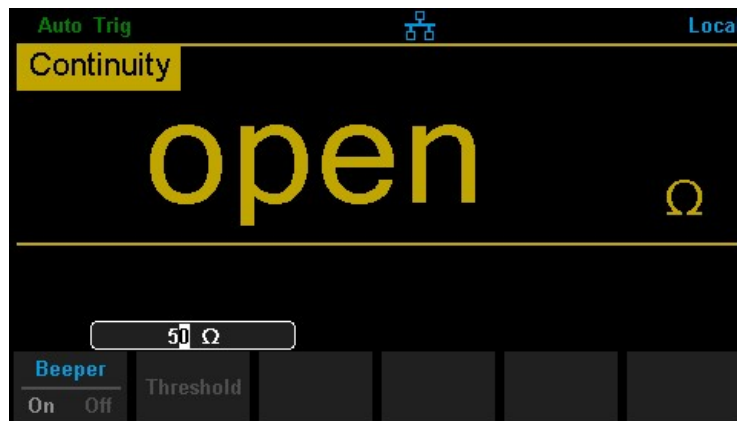

図 2-23 導通測定インターフェース
1. 図 2-23 に示すように、フロントパネルの **Cont** を押して導通テストインターフェースに入ります。